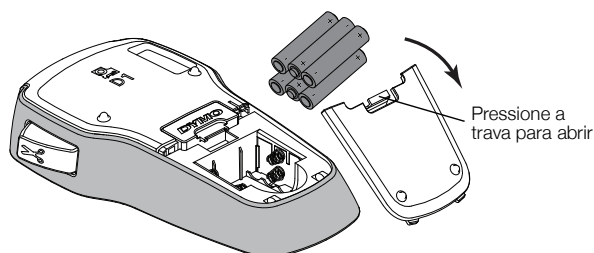

Figura 2
- 1 Pressione a trava na parte posterior da impressora de etiquetas para remover a tampa do compartimento da bateria. Consulte a Figura 2.